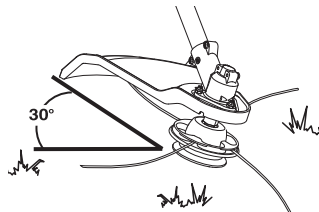

Fig. 15
El recorte decorativo se realiza eliminando toda la vegetación de alrededor de los árboles, postes, cercos, etc. Gire toda la unidad a modo de que el accesorio de corte se ubique a un ángulo de 30° con el suelo (Fig. 15).
2. De vuelta a la perilla a la izquierda para aflojar el acoplador (Fig. 15).